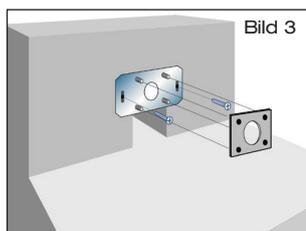

Bild 3
1.3 Schiebeflansch mittels Schlitzschraubenzieher befestigen (Bild 3). Kompressionsdichtung über Schiebeflansch anbringen.